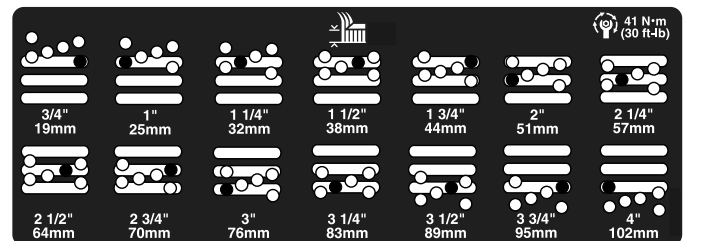

Figura 25
5. Spostate l'alloggiamento all'altezza di taglio opportuna e montate il distanziale nel foro e nella scanalatura dell'altezza di taglio prescelta (Figura 25).